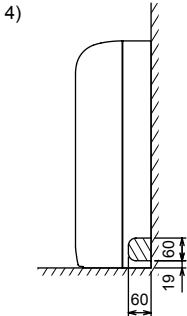

Fig. 3-10
4) Tubería derecha (Fig. 3-10)